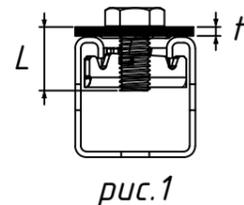

рис.1
1. Монтажные гайки MT-TL M10 (OC)\* закручивать с использованием болта MT-TLB (OC), MT-TLB 30 (OC), соблюдая условия, показанные на рис. 1, с моментом затяжки равным 30 (40) Нм.